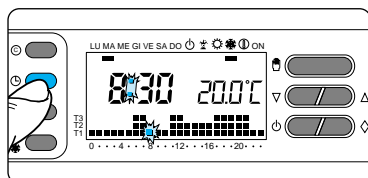

Fig. 23
3.8 - Premere il pulsante  per terminare la procedura di impostazione ora e giorno (fig. 23).